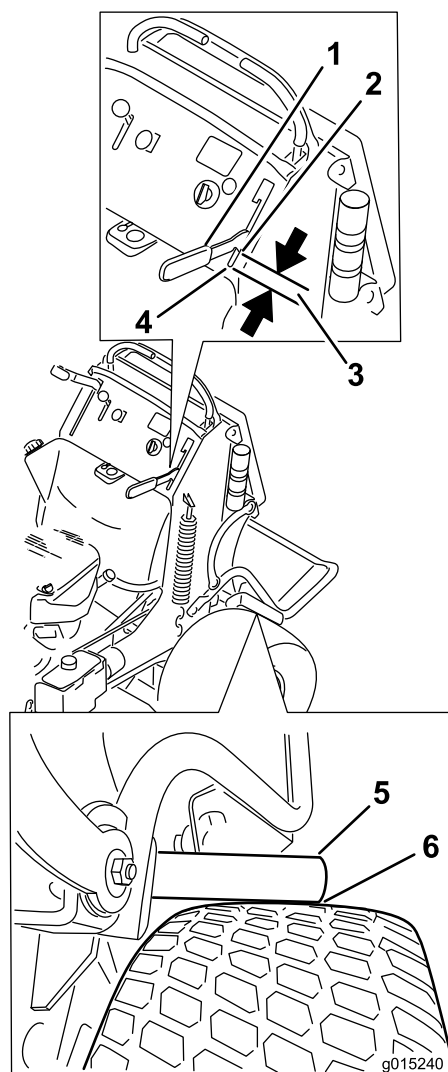

Figure 62
4. Engagez le levier du frein jusqu'à ce que les barres de frein touchent le pneu (Figure 62).
5. Mesurer l'espace entre l'avant du levier à main et le bout de la fente dans le panneau de commande lorsque la barre de frein touche le pneu. L'écart doit être de 19 mm. Réglez le frein au besoin (Figure 62).